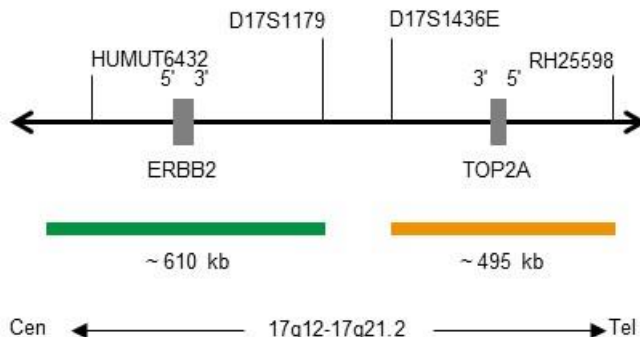

Fig. 1: SPEC ERBB2/TOP2A Mappa della sonda (non in scala)
- Polinucleotidi (~10 ng/ μ l) marcati con ZyGreen (eccitazione 503 nm/emissione 528 nm), le cui sequenze target mappano in 17q12-q21.1* (chr17:37,572,531-38,181,308) in cui è localizzato il gene ERBB2 (vedere Fig. 1).
- Polinucleotidi (~4.5 ng/ μ l) marcati con ZyOrange (eccitazione 547 nm/emissione 572 nm), le cui sequenze target mappano in 17q21.1-q21.2* (chr17:38,323,741-38,818,030) in cui è localizzato il gene TOP2A (vedere Fig. 1).